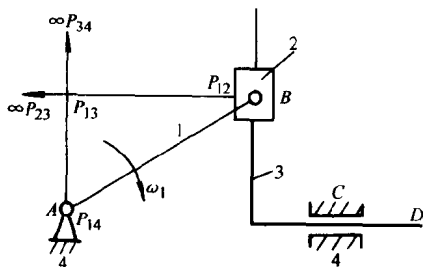

图 2
2. 解 如图 2 所示, 用三心定理求得 P_{13} 后, $v_D = (\overline{AP_{13}}) \mu \omega_1 = 16 \times 0.01 \times 10 \text{ m/s} = 1.6 \text{ m/s}$, 方向水平指向右。